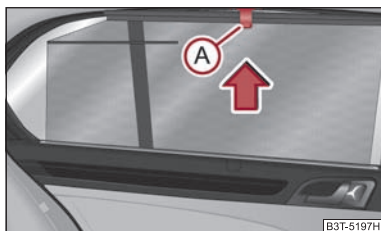

Fig. 62 Ușa din spate: Ruloul protecție solară
- Trageți ruloul parasolar de elementul (A) ⇒ fig. 62 și agățați-l în suportul din marginea superioară a ușii.